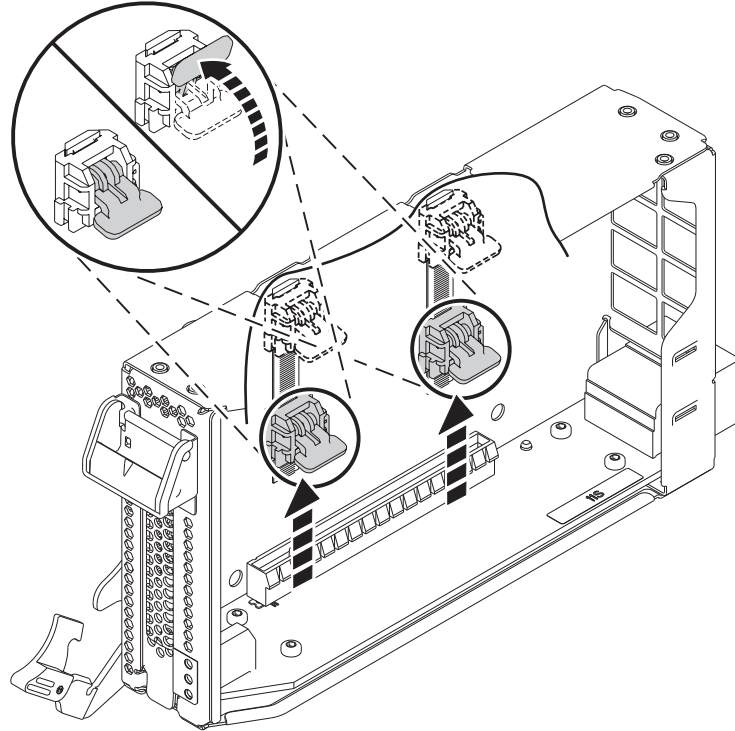

Figure 16. Déverrouillage des cliquets de la cassette
- a. Déverrouillez les deux cliquets de la cassette en les faisant tourner, comme illustré dans la figure 16, à la page 17.
- b. Poussez les cliquets de la cassette vers le bord supérieur de la cassette, comme illustré dans la figure 16, à la page 17.